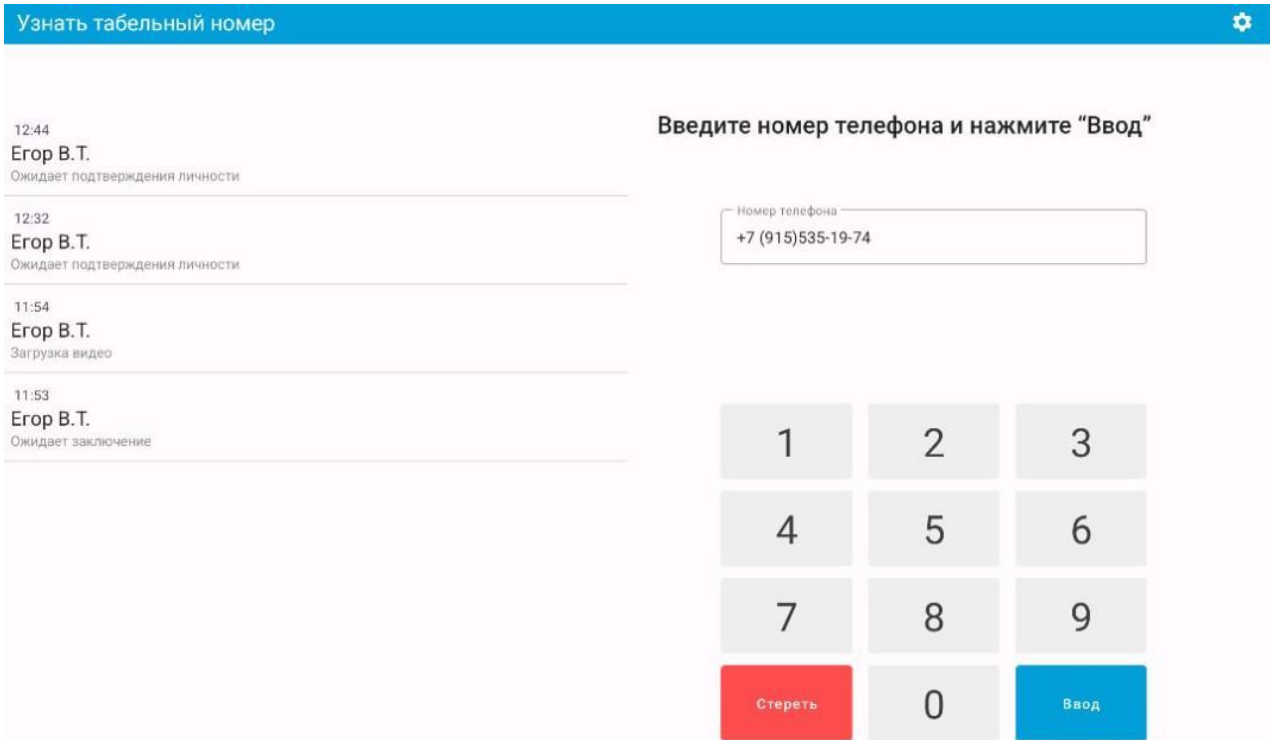

Рис. 14 Ввод номера телефона
2. На экране ввода номера в поле «Номер мобильного телефона» ввести номер телефона сотрудника и нажать кнопку «Ввод» (рис.14).